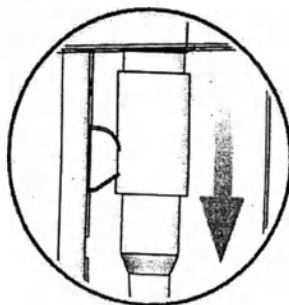

Рисунок 11. Отсоединение предусилительного кабеля.
1. Крепко сжать корпус соединительного элемента вблизи предусилительного порта оксиметра и аккуратно потянуть вниз кабельный разъем (Рисунок 11 на странице 14).
1. Крепко схватить корпус соединительного элемента вблизи предусилительного порта оксиметра и аккуратно потянуть вниз кабельный разъем (Рисунок 11 на странице 14).